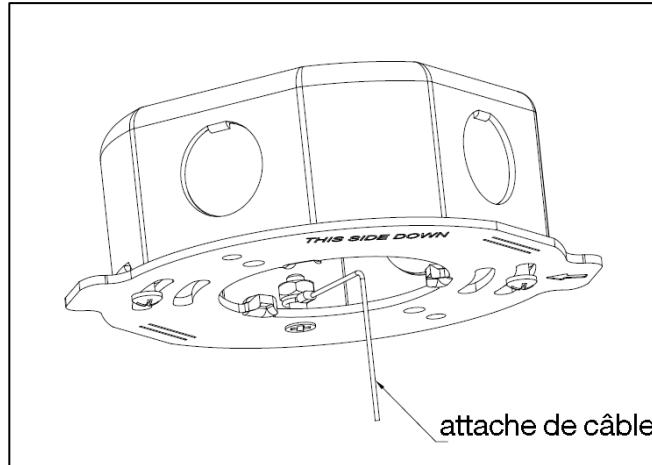

Figure 5
25. Après avoir fixé la plaque de montage au boîtier de raccordement, vissez l'extrémité de l'œillet du câble d'attache de sécurité à l'emplacement prévu pour la vis de 12 mm, puis faites passer l'œillet de l'attache par l'extrémité supérieure de la vis de 12 mm et fixez l'œillet avec l'écrou fourni en le serrant sur le dessus de l'œillet, comme indiqué dans la *Figure 5*.